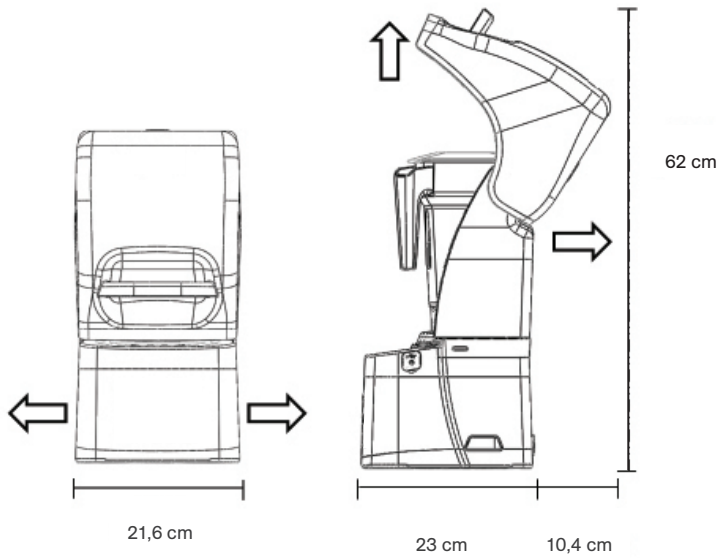

Abbildung 1. Stealth-Maße
- Achten Sie darauf, dass ausreichend Platz über dem Gerät und um das Gerät herum vorhanden ist, damit sich die Schallschutzhaube ungehindert bewegen kann (Abmessungen siehe Abb. 1).
*Hinweis: Sie können Ihren Blendtec Stealth am gleichen Platz einbauen wie den vorherigen Blendtec Thekeneinbau-Mixer. Allerdings ist dabei zu beachten, dass ausreichend Abstand für die Schallschutzhaube vorhanden ist (Maße siehe Abb. 1).*
- Der Aufstellort muss die Maßenforderungen (siehe Abb. 1 und 3) erfüllen.